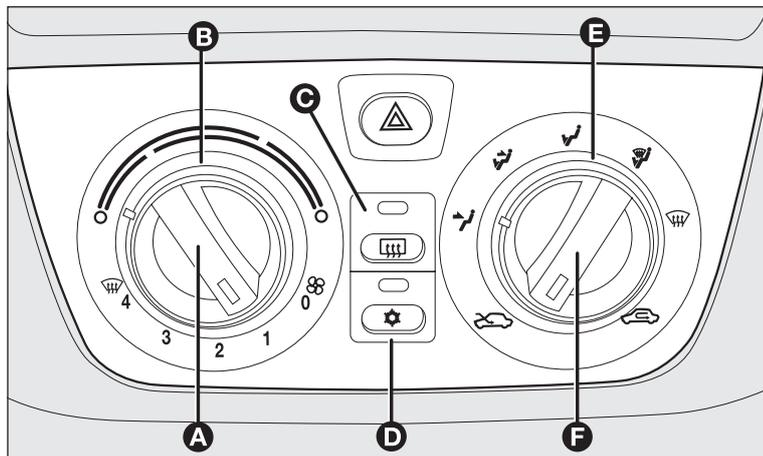

fig. 61
## COMANDI fig. 61
La ghiera girevole **E-fig. 61** consente all'aria immessa all'interno della vettura di raggiungere tutte le zone dell'abitacolo secondo 5 possibilità di scelta:
Ruotare verso destra (indice sul settore rosso) la ghiera girevole **B-fig. 61** per aumentare la temperatura o verso sinistra per diminuirla;
- posizionare la ghiera girevole **B-fig. 61** sul settore blu;
Posizionare la manopola **F-fig. 61** su .
- ruotare la ghiera girevole **B-fig. 61** sul settore rosso;
- disinserire il ricircolo aria interna posizionando la manopola **F-fig. 61** su ;
Premere il pulsante **C-fig. 61** per attivare questa funzione: l'avvenuto inserimento della funzione è evidenziato dall'accensione del led sul pulsante stesso.
- ❑ ruotare la ghiera girevole **B-fig. 61** sul settore blu per selezionare la temperatura;
- ❑ disinserire il ricircolo aria interna posizionando la manopola **F-fig. 61** su ;